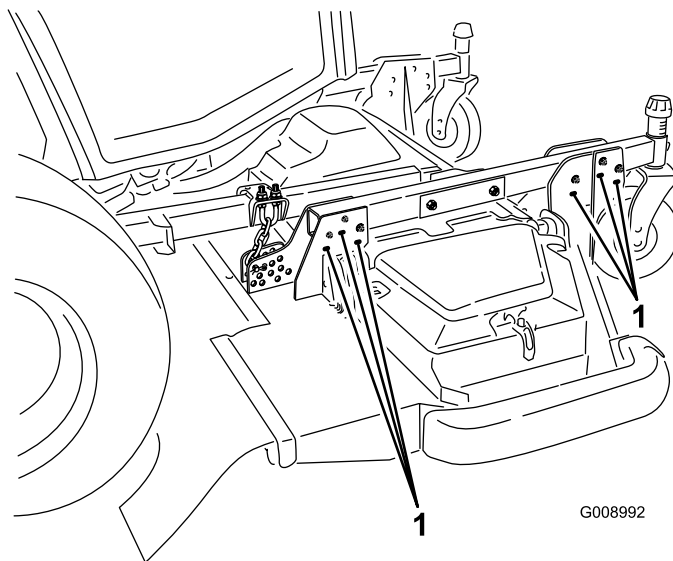

図 25
10. 刈高を 102153mm にセットするには、デッキハンガーブラケットを刈高キャスタアームに固定している取り付けボルトを外し、デッキハンガーブラケットを刈高キャスタアームの下穴に付け替える 図 25。